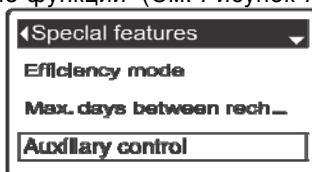

РИС. 73
1. С любого прокручивающегося экрана статуса нажать кнопку ВЫБОР (O) для отображения **Главного меню**.
3. Нажать кнопку ВЫБОР (O) для отображения меню **Дополнительные установки**.
5. Нажать кнопку ВЫБОР (O) для отображения меню **Специальные функции** (См. Рисунок 73).
9. Нажать кнопку ВЫБРАТЬ (O). Дисплей вернется обратно в меню **Специальные функции** (Рисунок 73).
7. Нажать кнопку ВЫБОР (O) для отображения меню **Объем подачи химикатов** или **Таймер подачи химикатов** (См. Рисунки 75 и 76).